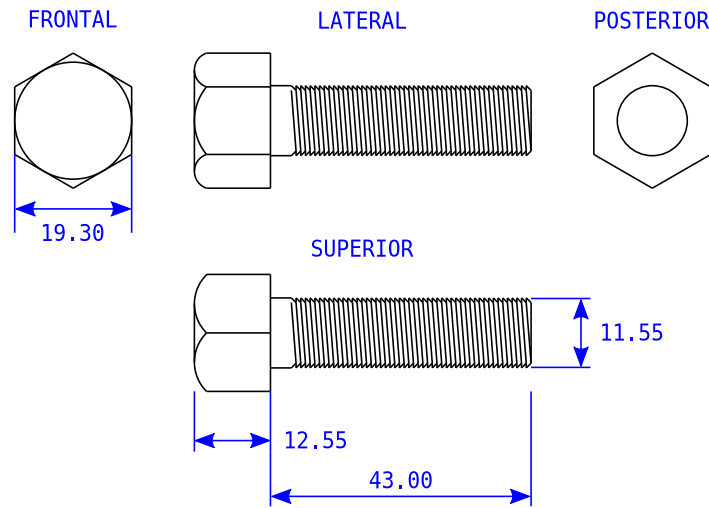

Figura 2: Datos del perno
- Dado el perno de la figura 2, calcular la formula del volumen en función de sus parámetros.